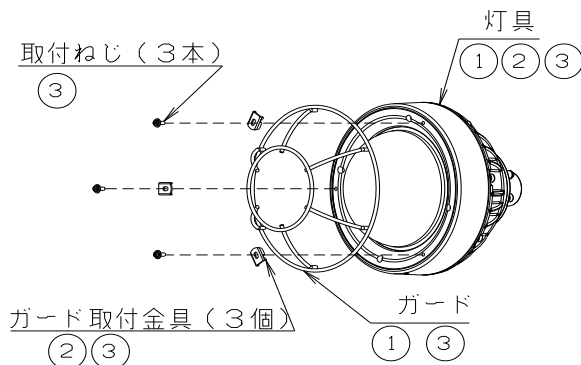

図8
■オプション品1：ガード(図8：LZLA110141の例です)